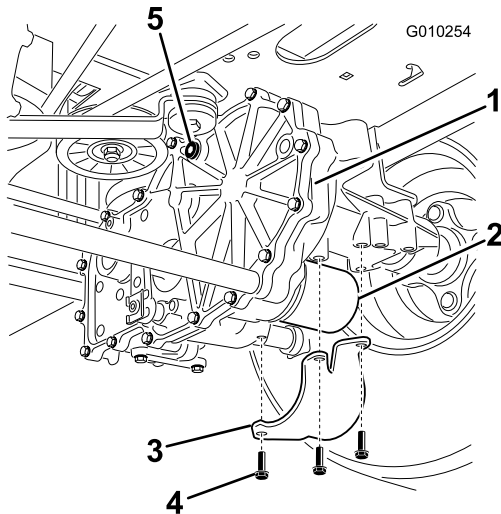

Bild 51
2. Ermitteln Sie den Filter und die Schutzvorrichtungen an jedem Getriebe (Bild 51). Entfernen Sie die drei Schrauben, mit denen die Filterschutzvorrichtung und die Schutzvorrichtung befestigt sind.